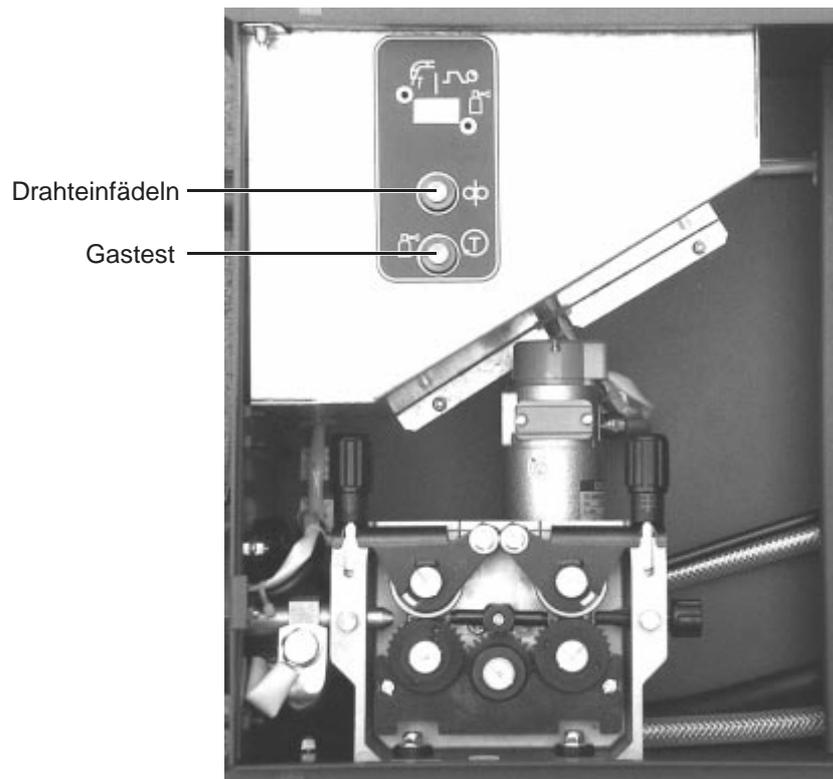

Abb. 16: Taster für Gastest und Drahtefädeln im DV- Koffer
- Einfädeltaster drücken (**Abb. 16**) bis die Drahtelektrode am Schweißbrenner heraustritt.
- über Taster im Inneren des DV- Koffers (siehe Abb. 16)